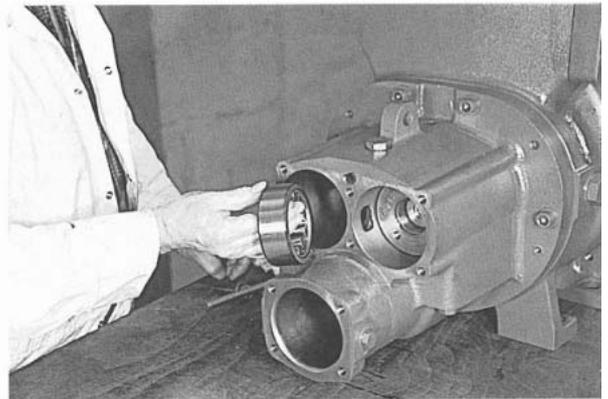

Рис. 109
4. Вставьте внешнее кольцо цилиндрического роликового подшипника "папа" и подшипники. (Рис. 109)